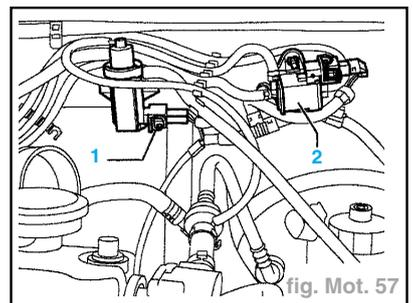

fig. Mot. 57
- Débrancher la fiche de l'électrovanne de limitation de la pression de suralimentation **N75** (pos. 2) (fig. Mot. 57).
- Débrancher la fiche de l'électrovanne pour la limitation de la pression de suralimentation (N75) (2) (fig. Mot. 57).